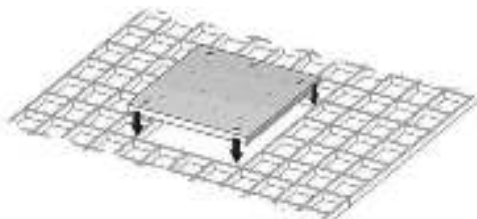

Рисунок 5 — Установка светильника Geniled серии Грильято на подвесную конструкцию.
- 8.3.3. Установите светильник Geniled на монтируемое место (Рисунок 5). Следите за тем, чтобы кабель не оказался зажат между элементами конструкции потолка и светильника. Убедитесь, что светильник надежно закреплен на потолке.